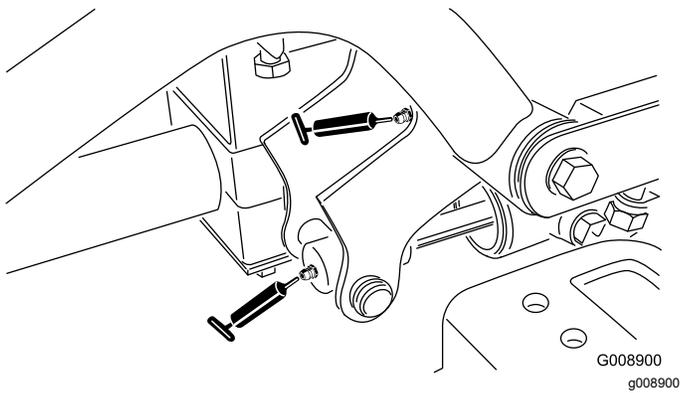

Figura 65
- Pivote y cilindro de elevación del brazo de elevación delantero derecho (2 engrasadores – Figura 65)